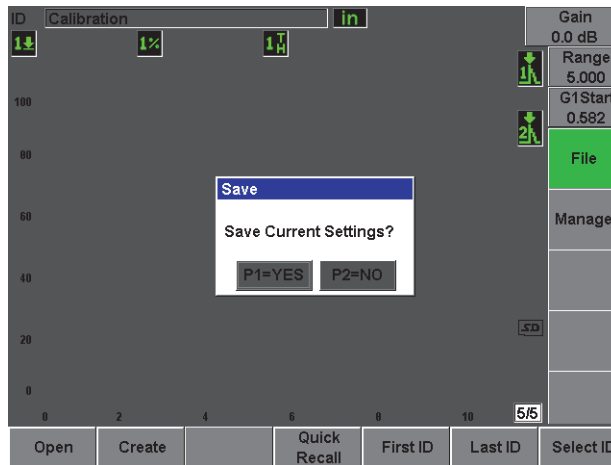

Figura 2-21 Cuadro de diálogo para guardar el archivo
10. Pulse **Save** (guardar) [véase la Figura 2-21 en la página 57].